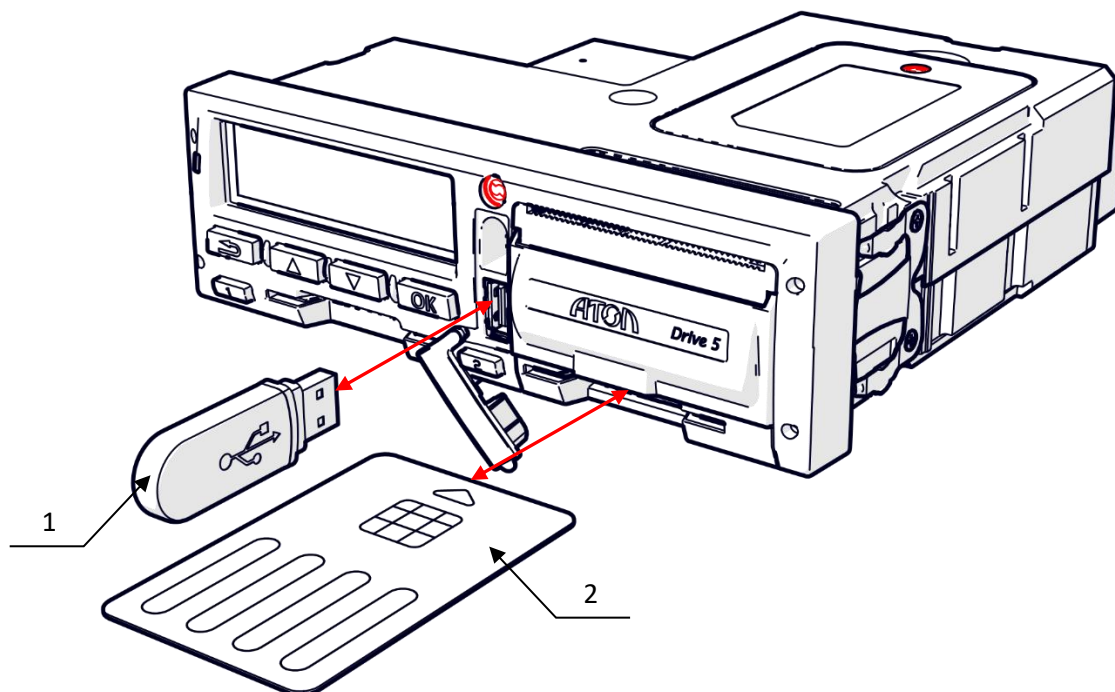

Рисунок 28. Выгрузка данных при помощи USB-накопителя
- с помощью USB накопителя. Подключение USB накопителя к тахографу производится через USB разъем – 3 (см. Рисунок 28. Выгрузка данных при помощи USB-накопителя). Для выгрузки «Архива карты» необходима сама карта водителя. Для выгрузки «Архив тахографа» должна быть установлена карта предприятия, контролера или мастерской, и введен ее PIN-код. Расшифровка информации, скопированной с тахографа, производится с помощью специализированного ПО. ПО доступно на сайте производителя <https://atoldrive.ru/> в разделе «Поддержка» → «Документация и ПО».